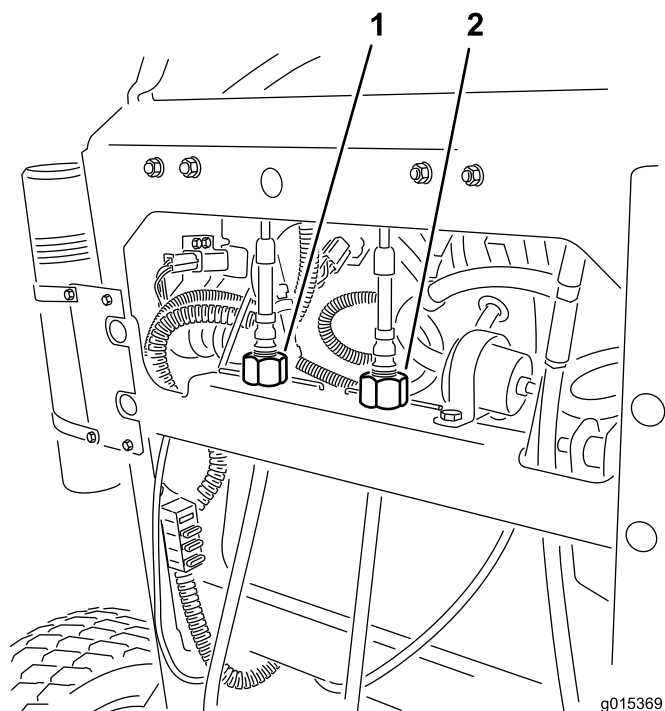

図 28
6. 左ホイールの速度が右ホイールの速度と同じになるように左側ケーブル調整部を回して調整する。つまみは1/4回転ずつ回して、直進できるまで少しずつ調整を進める (図 28)。